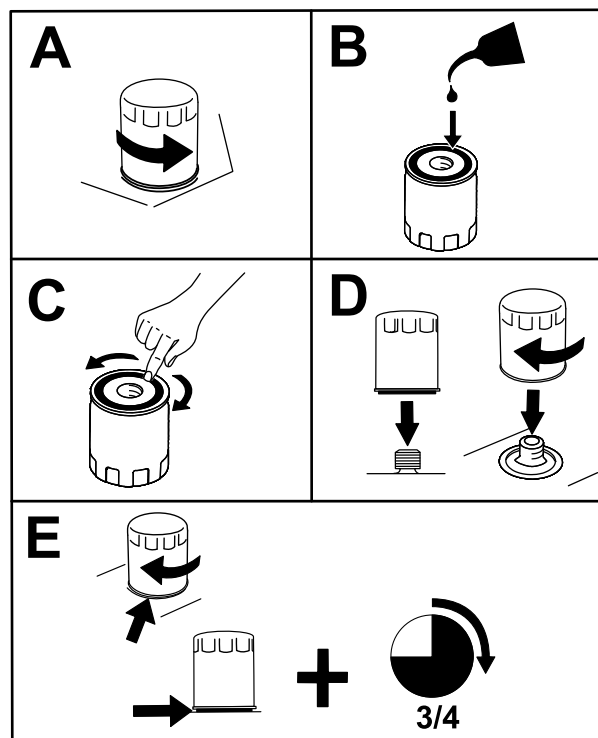

Figura 35
2. Sustituya el filtro de aceite del motor (Figura 35).